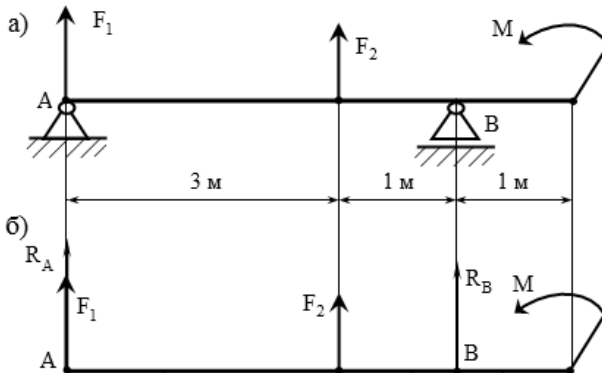

Рис. 6. Определение реакций опор балки
Для двухопорной балки, нагруженной сосредоточенными силами F_1 , F_2 и парой сил с моментом M определить реакции опор балки (*рис. 6-а*).
1. Изобразим балку с действующими на нее нагрузками. Строим расчетную схему балки (рис. 6-б).